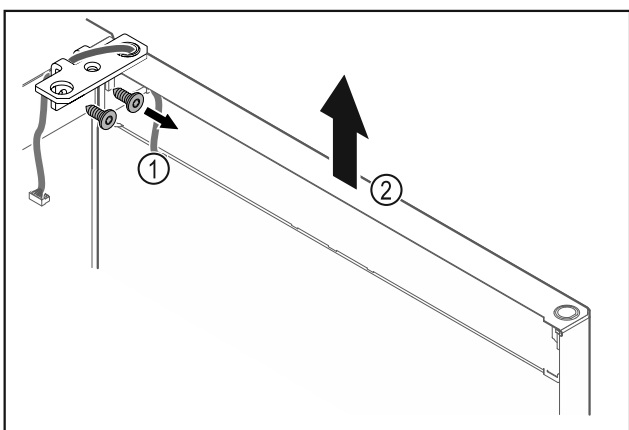

Fig. 23
- ▶ Отвинтите шарнирные уголки Fig. 23 (1).
- ▶ Дверь вместе с шарнирными уголками поднимите строго вертикально вверх Fig. 23 (2) приблизительно на 200 мм и снимите.